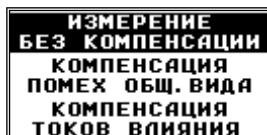

Рисунок 62
7.1.2.1 В подрежиме «ИЗМЕРЕНИЕ БЕЗ КОМПЕНСАЦИИ» (рисунок 62) вычисляемые данные обновляются в каждом этапе измерения (каждый интервал усреднения).